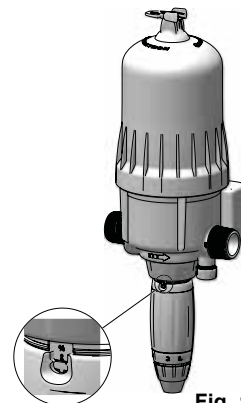

Fig. 17
- Resserrer l'écrou de verrouillage du dosage (Fig. 17).